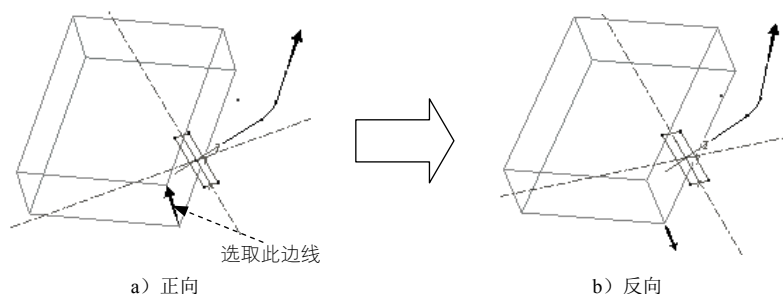

图 8.8.8 切换方向
(1) 在 **截面** 界面中单击 **插入** 按钮。
(2) 定义第二个截面定向。在“截面”界面中单击 **截面 X 轴方向** 文本框中的 **默认** 字符，然后选取图 8.8.8 a 所示的边线，此时的方向箭头如图 8.8.8 a 所示，在“截面”界面中单击  按钮，将方向箭头调整到图 8.8.8b 所示的方向。